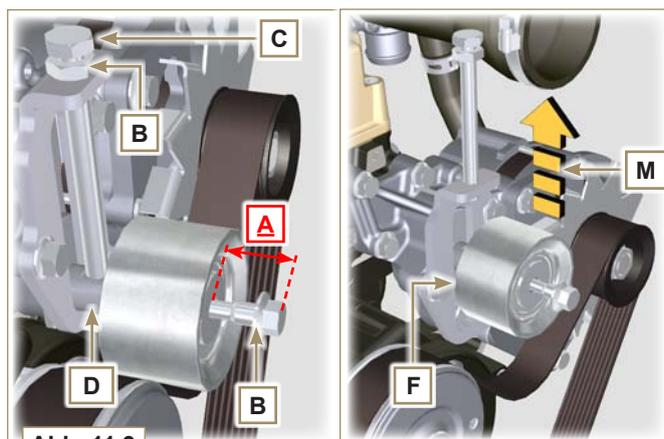

Abb. 11.9
- 1 - Die Mutter **B** lösen und mit Hand die Schraube **C** anziehen, bis zum Anschlag an den Zapfen **D** (Abb. 11.9).